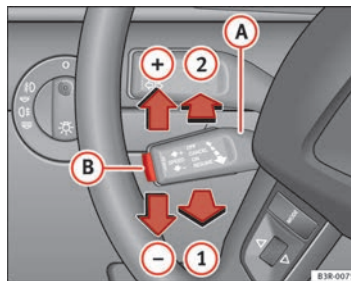

Abb. 143 Bedienelemente der Geschwindigkeitsregelanlage
- Ziehen Sie den Hebel **A** in Position  $\Rightarrow$  Abb. 143 **1**, um die Anlage einzuschalten.
⇒ Abb. 143 **(+)**.
⇒ Abb. 143 **(-)**.
⇒ Abb. 143 **(+)** wird die gewünschte Geschwindigkeit um etwa 2 km/h erhöht.
⇒ Abb. 143 **(-)** wird die gewünschte Geschwindigkeit um etwa 2 km/h verringert.
Falls beim vorübergehenden Ausschalten keine gewünschte Geschwindigkeit gespeichert war, können Sie eine neue gewünschte Geschwindigkeit wie folgt speichern: Fahren Sie mit der gewünschten Geschwindigkeit und drücken Sie dann kurz die Drucktaste → Abb. 143 (B) (SET).
- Drücken Sie den Hebel (A) → Abb. 143 in Position (2) (gerastet).